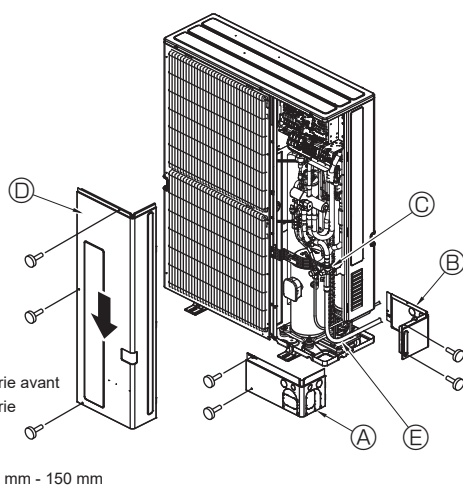

Fig. 4-8
4.5. Mise en place des tuyaux de réfrigérant (Fig. 4-8)